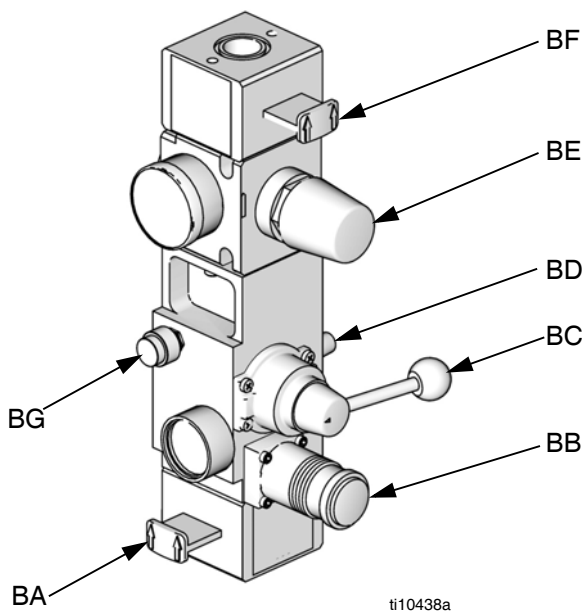
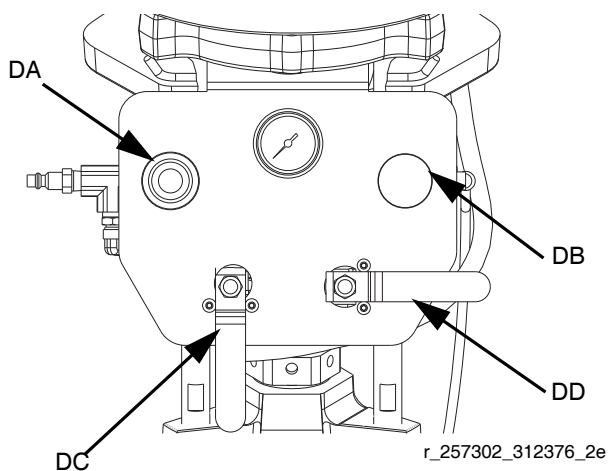

FIG. 3. Modulo del comando pneumatico integrato
FIG. 7: Comandi pneumatici dell'elevatore
| G Comandi pneumatici integrati (vedere FIG. 3) | U Valvola di drenaggio della linea dell'aria (non fornita) |
- G Comandi pneumatici integrati (vedere FIG. 3)
2. **Per comandi pneumatici D200s, D200, S20 e D60:** vedere FIG. 3, pagina 12.
- a. Chiudere la valvola a guida del motore pneumatico (BF) e la valvola a guida dell'aria principale (BA).
- c. Far girare a impulsi su e giù la valvola direzionale (BC) per spurgare l'aria dai cilindri del pistone.
3. **Per comandi pneumatici L20c:** vedere FIG. 7, pagina 14.
- a. Chiudere la valvola del motore pneumatico (DC) e la valvola direzionale dell'elevatore (DD). Il pistone scenderà lentamente.
7. Aprire la valvola di drenaggio della linea del fluido e la valvola di spurgo della pompa (P). Tenere a disposizione un contenitore pronto per la raccolta del drenaggio.
8. Lasciare aperta la valvola di spurgo della pompa (P) finché non si è pronti a spruzzare nuovamente.